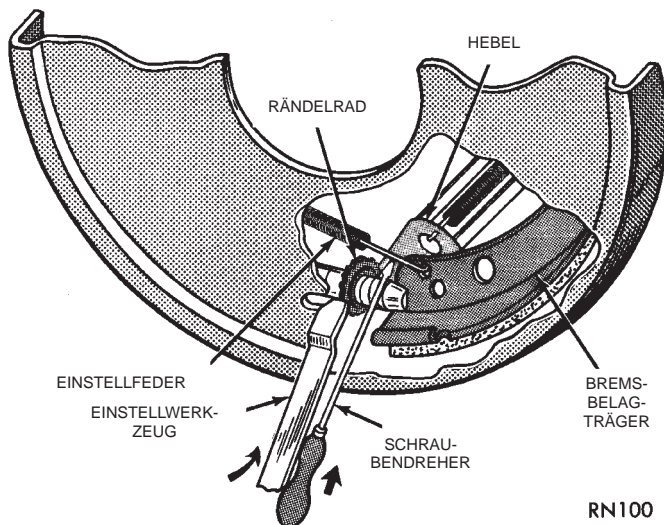

Abb. 62 Bremsen einstellen
- (1) Der Handbremshebel muß vollständig gelöst sein.
- (2) Das Fahrzeug so weit anheben, daß sich die Hinterräder frei drehen können.
- (3) Die Verschlußstopfen aus den Montageöffnungen im Bremsträger entfernen.
- (4) Die Einstellmutter am Handbremsseil drehen, bis das Seil vorn nicht mehr gespannt ist.
- (5) Das Einstellwerkzeug durch die Montageöffnung im Bremsträger einsetzen und das Werkzeug mit den Zähnen am Rändelrad der Einstellschraube in Eingriff bringen (Abb. 62).